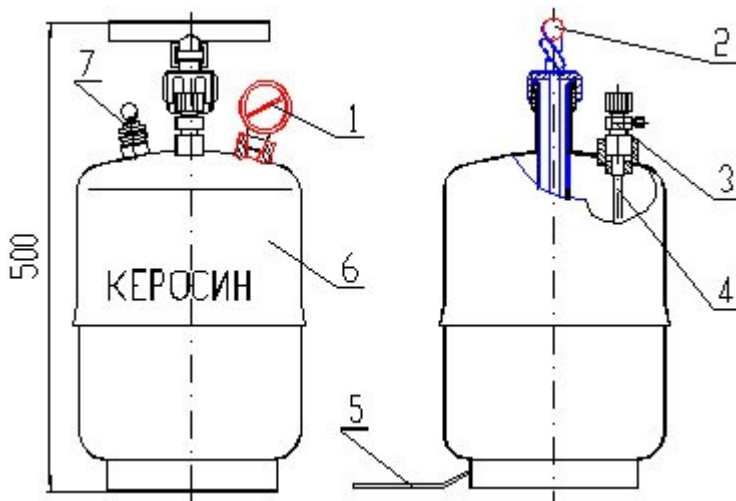

Рис.3. Бачок жидкого горючего.
4.2. Бачок жидкого горючего (рис.3) состоит из корпуса 6, насоса ручного действия 2, манометра 1, вентиля 3, питательной трубки 4, подножки 5 и клапана предохранительного 7.